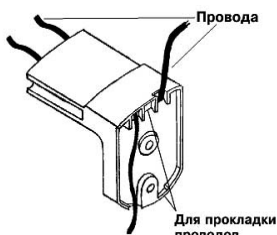

Рисунок 34
2.5.5.2.2 Удалите в кронштейне заглушки, которые будут использоваться для прокладки проводов. Провода пропустите через каналы кронштейна и закрепите кронштейн в выбранном месте на стене (рисунок 34).